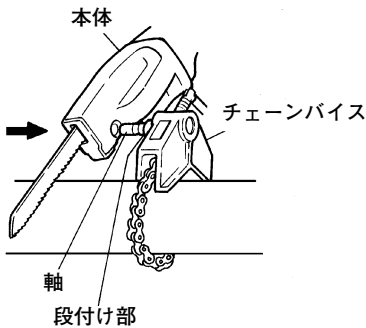

図 9
- (3) 本体の先端部の穴をチェーンバイスの軸に合わせ、軸の段付け部に突き当たるまでさし込みます。(図9, 10)
- (4) 本体を引張ってみて軸の溝にボールプランジャネジの先端のボールが入ったことを確認してください。